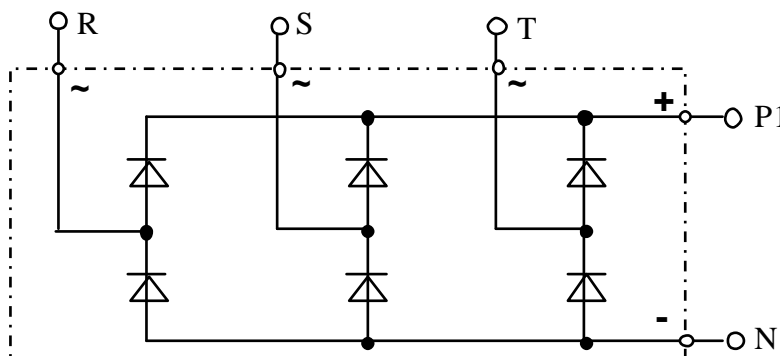

Рис.4.10. Принципиальная схема диодного моста **DF100AA160**
- 4.12.17.3. Электрическая принципиальная схема диодного моста **DF100AA160** приведена на рис.4.10 (на схеме также показаны внешние силовые клеммы ПЧ, имеющие непосредственную связь с силовыми терминалами диодного моста).